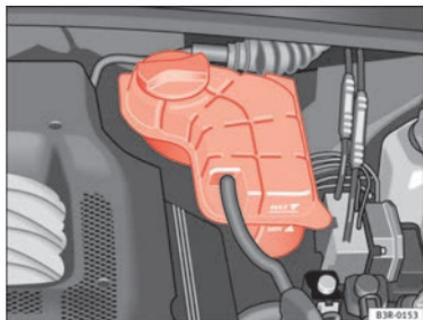

Abb. 168 Motorraum:
- Lesen Sie den Kühlmittelstand an dem Kühlmittel-Ausgleichsbehälter ⇒ Abb. 168 ab. Er muss bei kaltem Motor zwischen den Markierungen „min“ und „max“ liegen. Bei warmem Motor kann er auch etwas über der Markierung „max“ liegen.
- Legen Sie einen Lappen auf den Deckel des Kühlmittel-Ausgleichsbehälters ⇒ Abb. 168 und schrauben Sie den Deckel **vorsichtig** linksherum ab ⇒ △.